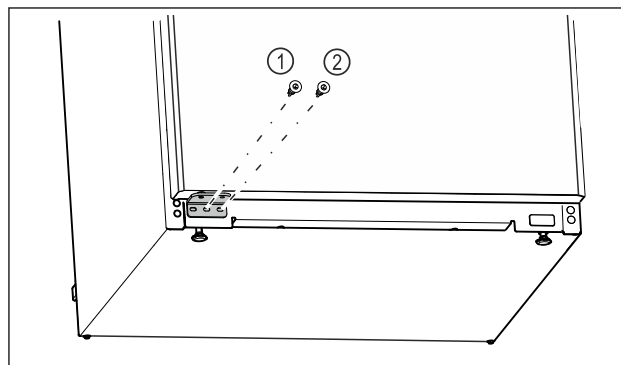

Fig. 25
- ▶ Затяните центральный винт опорного кронштейна Fig. 25 (1) отверткой Torx 20.
- ▶ Затяните внутренний винт опорного кронштейна Fig. 25 (2) отверткой Torx 20.